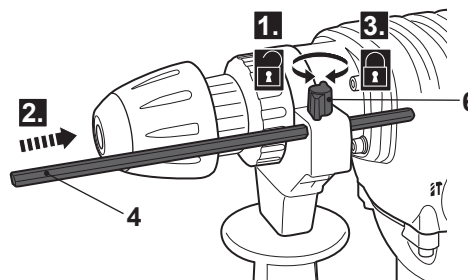

Fig. 2
- > Rotiți piulița cu aripi (6) în sens anti-orar până ce opritorul de adâncime (4) poate fi introdus.
- > Introduceți opritorul de adâncime prin orificiu, conform indicațiilor (Fig. 2).
- > Aliniați vârful opritorului de adâncime (4) la vârful burghiului. Acum trageți înapoi pentru a atinge adâncimea de perforare necesară.
- > Rotiți piulița cu aripi (6) în sens orar, pentru a fixa opritorul de adâncime în poziție.